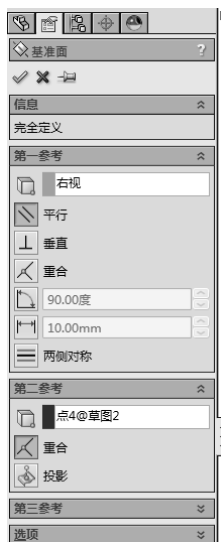

图 5-55 设置基准面属性
- [9] 设置基准面属性，在“第一参考”中选择“右视基准面”，在“第二参考”中选择“样条曲线草图一个端点”，如图 5-55 所示。